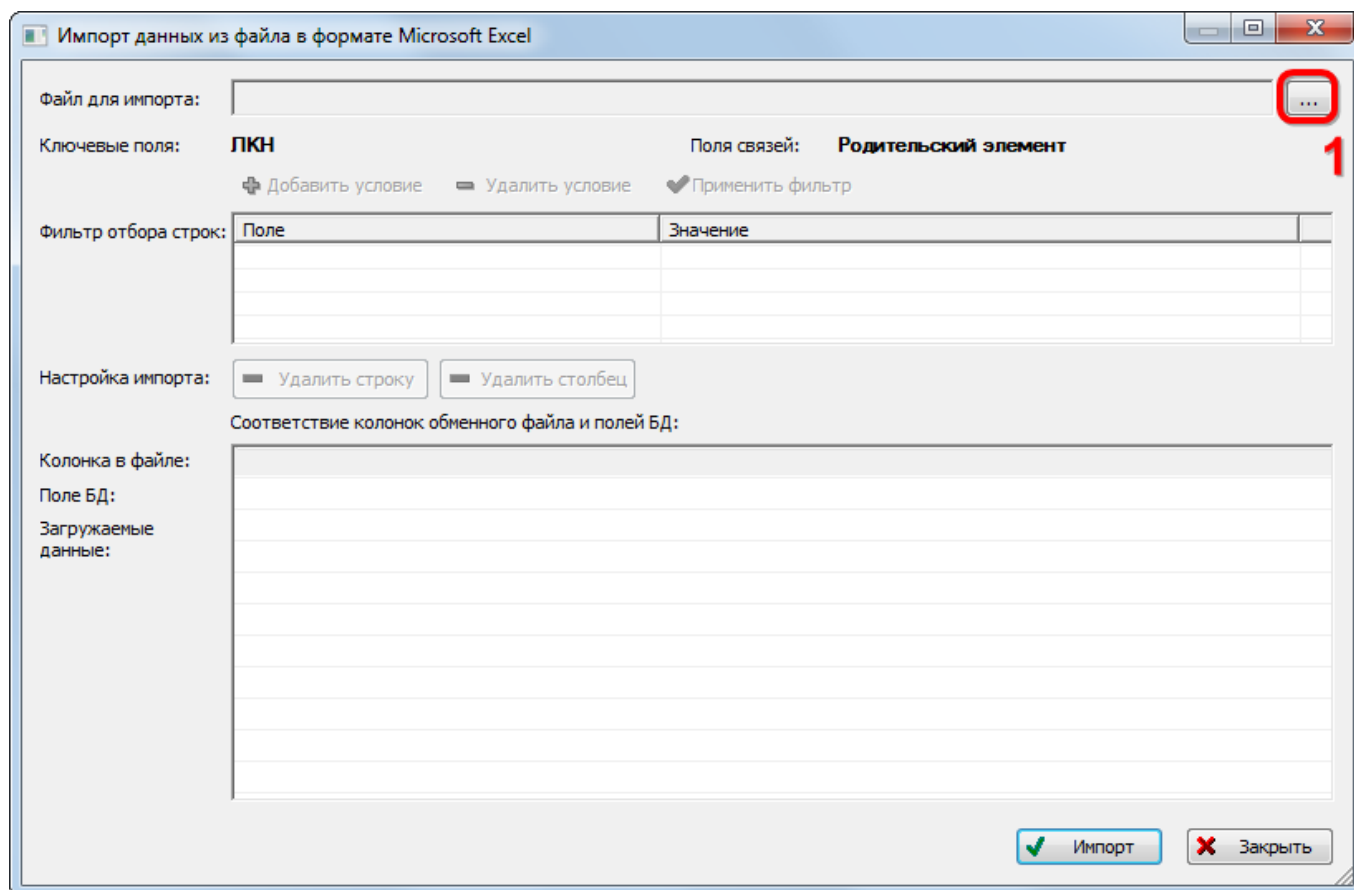

Рис. 5-37 – Окно импорта из файла Excel
- 2) В результате откроется окно «Импорт данных из файла в формате Microsoft Excel» (рис. 5-37).
3) Нажать кнопку «Выбрать файл на локальном диске» (1 на рис. 5-37). Откроется стандартное диалоговое окно «Открыть» – выбрать нужный файл и нажать кнопку «Открыть».